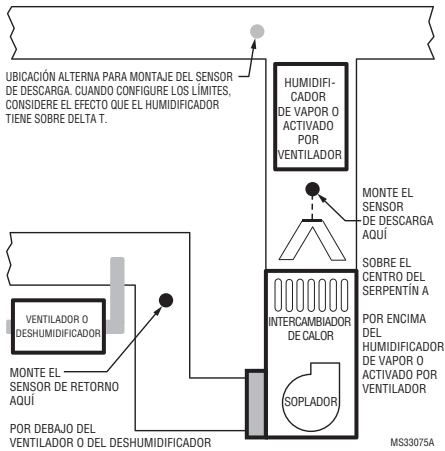

Fig. 2.
2. Siempre que sea posible, monte el sensor de temperatura del aire de descarga por encima de un humidificador de vapor, un humidificador activado por ventilador o un deshumidificador conectado al conducto de suministro. Consulte la Fig. 2–3.
3. Si el espacio no permite la colocación de un sensor de temperatura del aire de descarga por encima de un humidificador de vapor o de un humidificador activado por ventilador, monte el sensor de temperatura del aire de descarga por debajo del humidificador. Consulte la Fig. 2. Cuando configure los límites de Delta T (refiérase a "Configure los límites Delta T" en la página 18), considere el efecto que el humidificador tiene sobre Delta T.